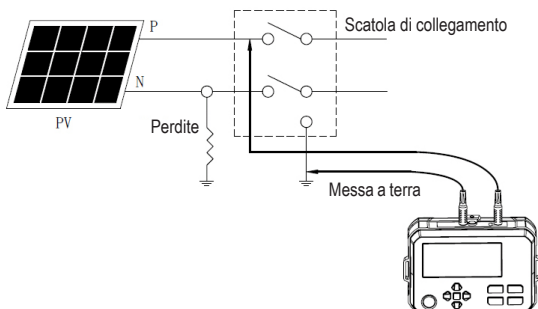

Figura 14.5 Misurazione tra P e N in stato di circuito aperto
2. Collegare i cavi del tester come illustrato nella Figura 14.5:
3. Selezionare l'intervallo FV 1000 V o FV 500 V, assicurandosi che la tensione a circuito aperto del campo sia inferiore all'intervallo di prova selezionato. Vedere: "19.10 Misurazione della resistenza di isolamento dell'impianto fotovoltaico (FV)" a pagina 50.